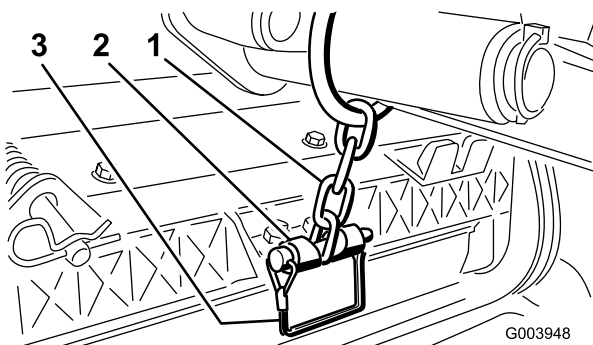

Figura 12
3. Fissate la catena del braccio di sollevamento alla staffa della catena, usando il perno di ritenuta (Figura 12).